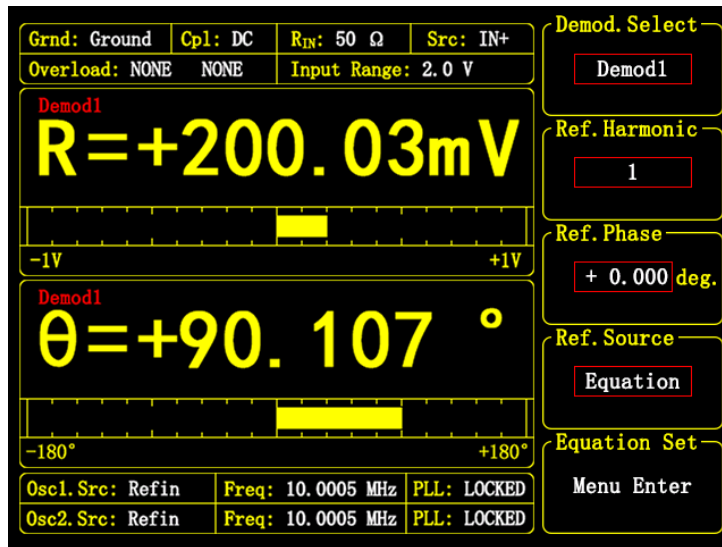

图 51. &lt;Equation&gt; 模式界面
- <Equation>: 设置当前解调器的参考基准源为公式组合解调。此模式界面如图51所示。此时可以点击 <Menu Enter> 进入二级菜单设置公式组合。